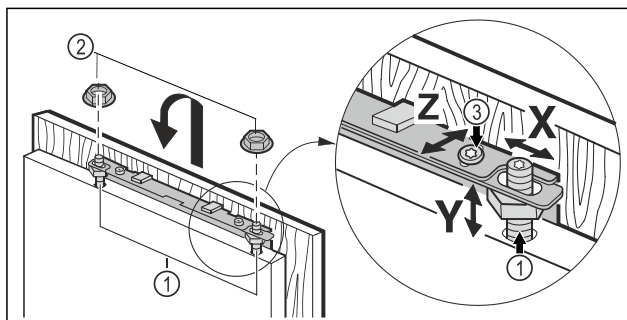

Fig. 18
- ▶ Accrocher la porte du meuble aux boulons de réglage Fig. 18 (1) et visser les contre-écrous Fig. 18 (2) sans serrer sur les boulons de réglage.
- ▶ Régler la porte du meuble à la hauteur Y et ajuster l'inclinaison latérale : Régler les boulons de réglage Fig. 18 (1) avec un tournevis.
- ▶ Serrer les contre-écrous Fig. 18 (3).